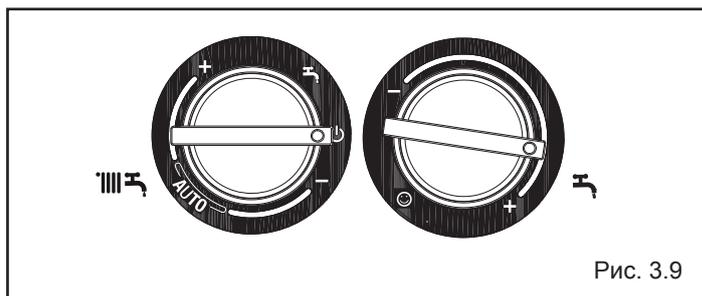

Рис. 3.9
- установить переключатель режимов работы в положение  (OFF - Выключено) (рис. 3.9) и подождать несколько секунд.